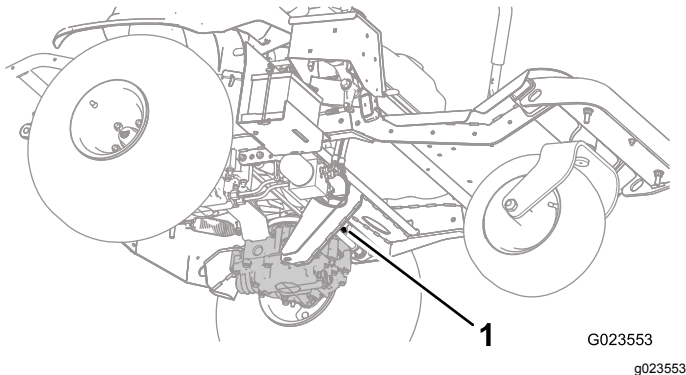
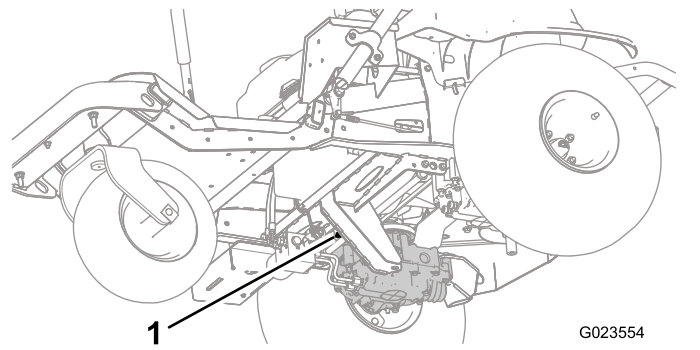
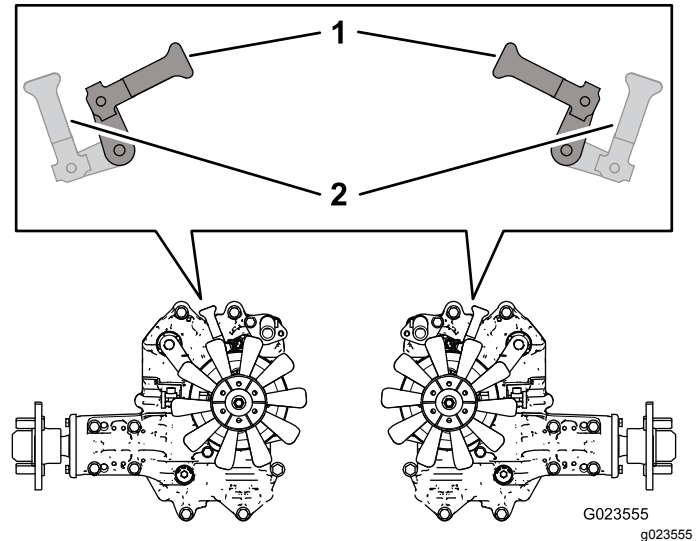

图27
图28
图29
2. 从机器下方旋转旁通阀控制杆图27和图28让它们朝内指向机器中心图29并分离手刹请参阅使用手刹(页码21)。
3. 当您完成推动或拖曳机器时旋转旁通阀控制杆让它们指向机器前方令机器可以驾驶图29。